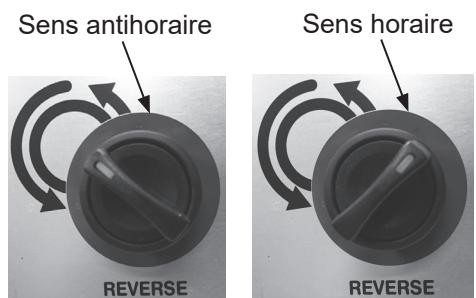

Figure 9-3.
**REMARQUE :** En vitesse 1, il est possible d'inverser le sens de la cuve pour "incorporer" toute la farine non mélangée au fond de la cuve dans la pâte. Utilisez le bouton REVERSE pour changer la direction de rotation de la cuve du sens antihoraire vers le sens horaire. Voir Fig. 9-3.